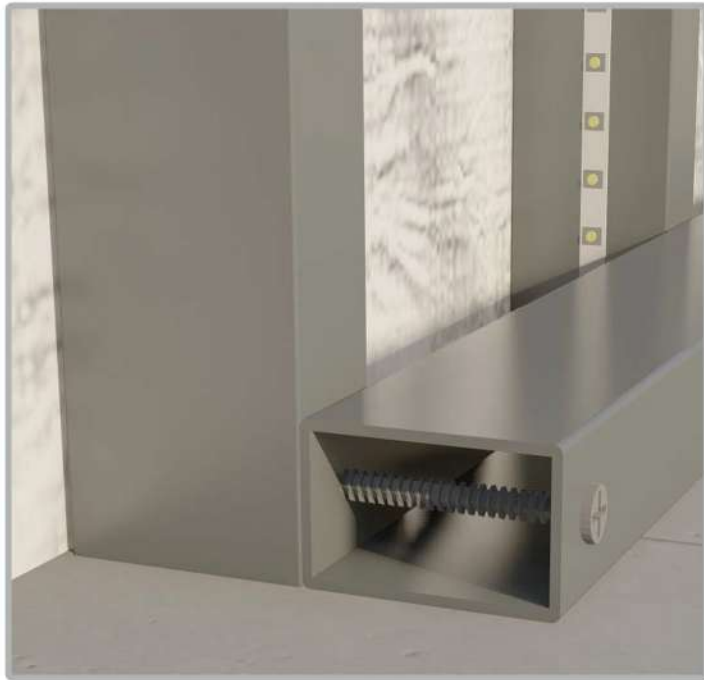
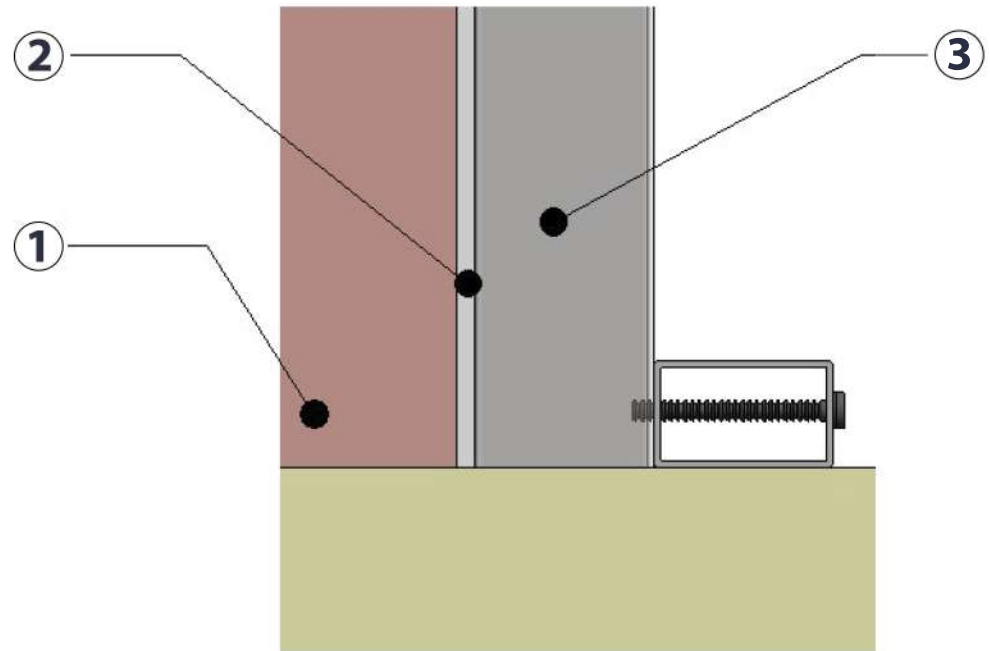

Рис. 6
Рис. 7
1. На поверхню підлоги горизонтально встановити трубу 50×30×2 мм (Поз. 2) та закріпити її до вертикальних труб (Поз. 2), як вказано на Рис. 6 та Рис. 7.